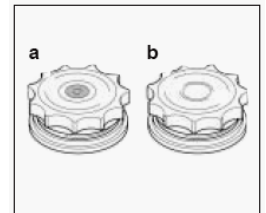

Рис. 1
■ Шланг для подачі води необхідно приєднати до водопровідного крану таким чином, щоб коли машина не використовується, подача води припинялась (рис. 1 В).
- кришка контейнера для солі з індикатором зеленого кольору (рис. 1а), який залишається видимим весь час, коли у пристрої достатньо солі для регенерації. Коли поверхня зеленого кольору втиснута у кришку, необхідно додати у пристрій солі. Інші моделі обладнано глухою кришкою (рис. 1б). У цьому випадку, необхідно періодично виконувати перевірку рівня солі, відповідно до регулювання блоку пом'якшення води.
**2. Після цього, візьміть корзину з обох боків і підніміть її вгору (рис. 1).**
■ Тарілки можна завантажувати в один ряд (рис. 1) або у два ряди (рис. 2).
Стандартний обсяг посуду при завантаженні відображено на рис. 1, 2 і 3.
**Верхня корзина (рис. 1)**